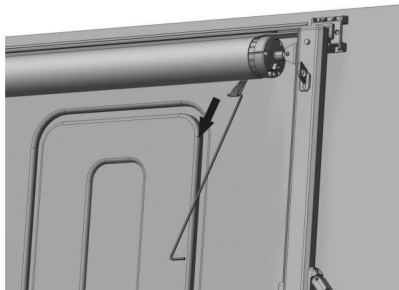

Figura D4
4.1.3 Inserte el codo de un lado de la varilla de tracción en el cinturón de seguridad del trinquete y tire del toldo hacia afuera hasta que esté completamente extendido. (Figura D4)